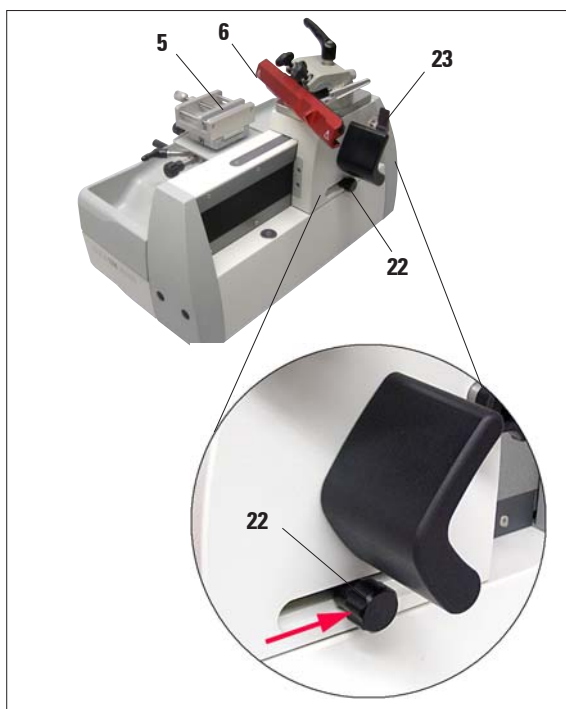

Fig. 25
- Pour régler l'avance automatique, déplacer la lame/le couteau (6) juste devant l'échantillon (5) (Fig. 25) et bloquer dans cette position avec le bouton de blocage (23).
- Desserrer le bouton de réglage (22) et le pousser en arrière jusqu'à ce qu'une résistance se fasse sentir. Le resserrer quand il est dans cette position.
Quand le bouton de réglage (22) est bloqué dans la première position (gauche) (Fig. 25), il n'y a aucune avance.